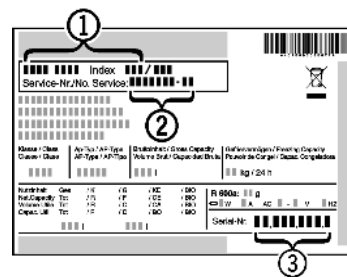

Fig. 17
- ▶ Leggere la denominazione dell'apparecchio Fig. 17 (1), il n° assistenza Fig. 17 (2) e il n° di serie Fig. 17 (3) sulla targhetta identificativa. La targhetta identificativa è situata all'interno dell'apparecchio, sul lato sinistro.
- ▶ Informare il servizio di assistenza e comunicare il difetto, la denominazione dell'apparecchio Fig. 17 (1), il n° assistenza Fig. 17 (2) e il n° di serie Fig. 17 (3).